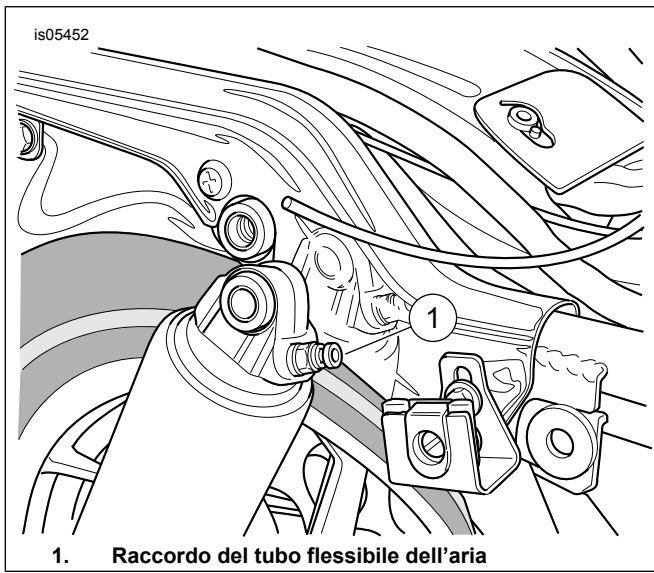
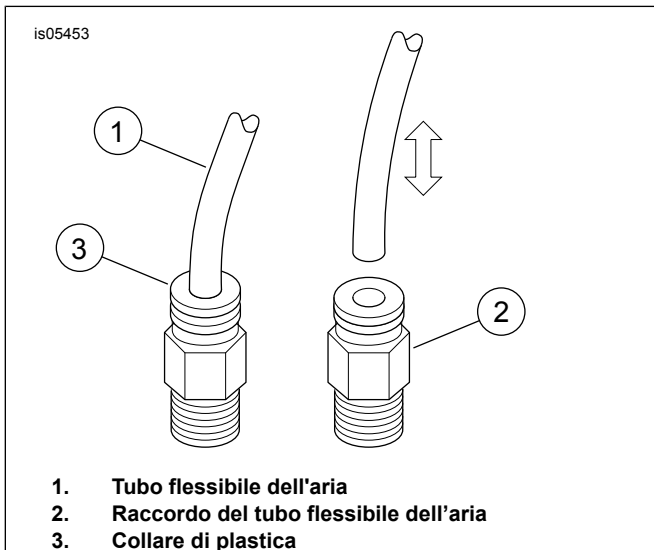

Figura 1. Ammortizzatore posteriore
Figura 2. Installazione e rimozione del tubo flessibile dell'aria
7. Vedere Figura 1 e Figura 2. Staccare i tubi flessibili dell'aria dai relativi raccordi sugli ammortizzatori.